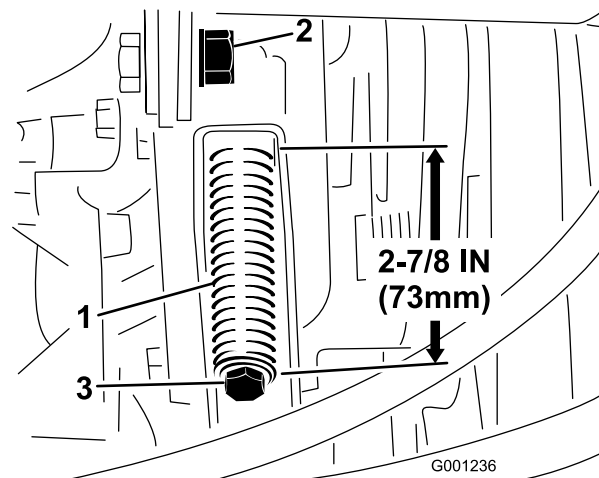

Figura 65
3. Desaperte a porca de bloqueio da barra tensora (Figura 65).
4. Utilize uma chave de porcas com uma abertura de 1/2 pol. para apertar ou desapertar a mola tensora (Figura 65). Ajuste a mola de modo a ficar com um comprimento de 73 mm.
4. Utilizando uma chave de porcas com uma abertura de 1/2 pol., desaperte até ao fim a mola tensora da correia (Figura 65).
6. Instale a nova correia da tomada de força e ajuste a tensão da mola da polia para 73 mm (Figura 65).
7. Aperte a porca de bloqueio (Figura 65) e feche o capot.